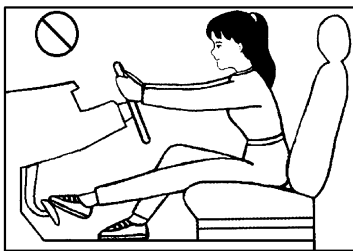

图 1-22
• 调整后的最佳位置应以左脚能将离合器踏板完全踏到底,膝盖稍微弯曲为宜,切忌将腿完全伸直(图 1-22);